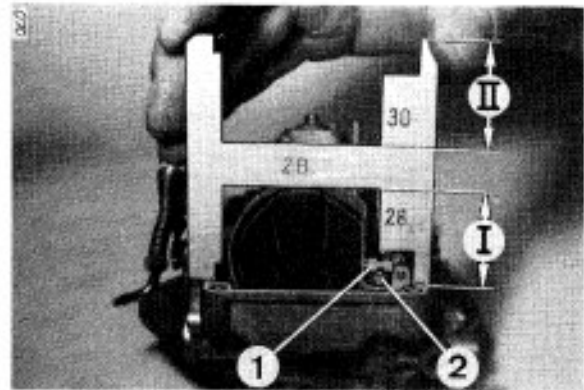

Bild 22
2. SCHWIMMER/NIVEAU (Bild 22, 23)
- Schwimmerjustierung gemäß Bild 22 prüfen.